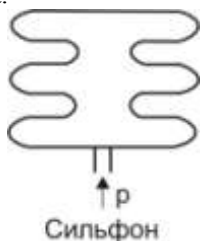

Рис. 5
3) сильфоны (рис. 5). Сильфон преобразует давление в линейное перемещение, которое может быть измерено при помощи соответствующего датчика. Таким образом, сильфон выполняет первый этап преобразования давления в электрический сигнал. Сильфон представляет собой тонкостенную трубку с поперечной гофрировкой. Сильфоны применяются в напоромерах и тягомерах для измерения небольшого давления до 40 000 Па, в приборах для измерения вакуумметрического давления до 0,1 Па, абсолютного